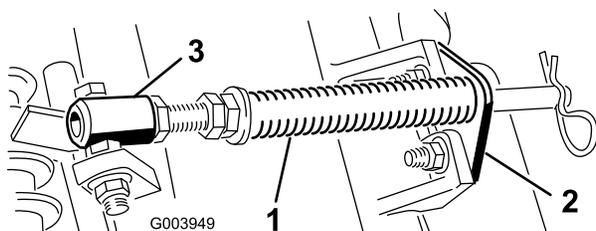

**Figura 3**
4. Il contrappeso (Figura 3) deve essere montato dal lato giusto dell'elemento di taglio, come descritto nelle *Istruzioni di montaggio* del contrappeso.